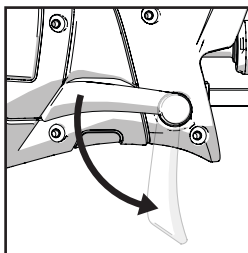

Fig. 4
- Eliberați maneta de blocare a plăcii de contact. **(Fig. 4)**